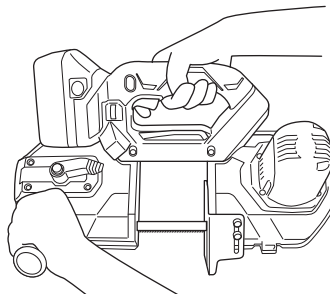

Fig. 1
1. Tenez toujours l'outil fermement avec les deux mains sur la poignée et la poignée latérale (Fig. 1). Ne touchez pas la partie métallique.